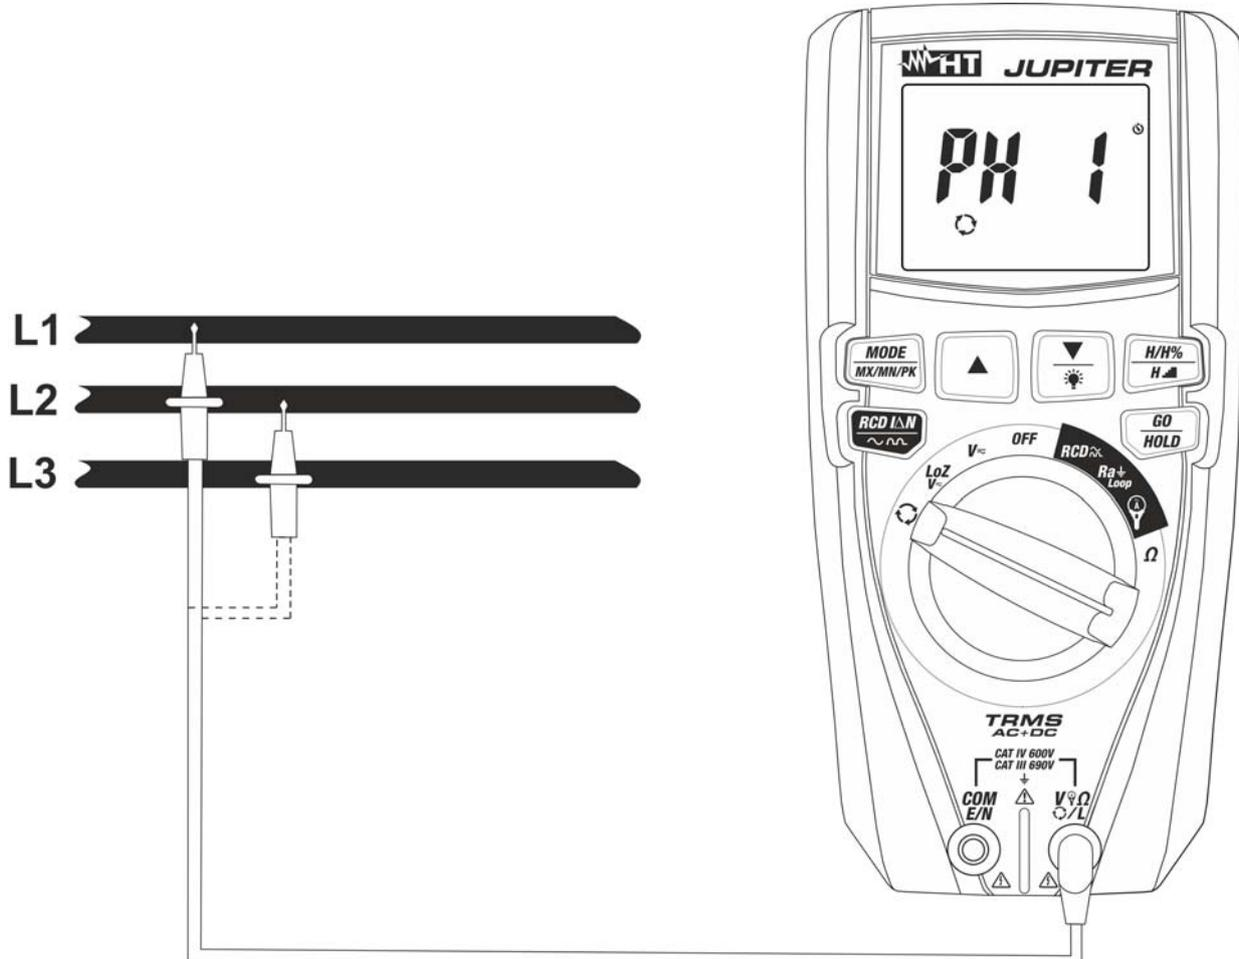
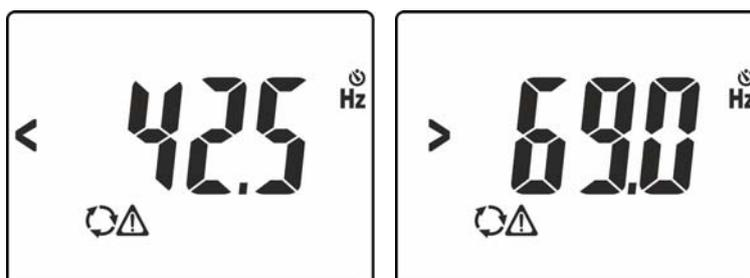
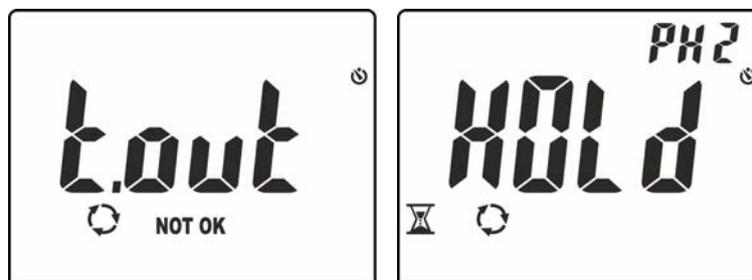

Fig. 12: Uso del instrumento para prueba de sentido cíclico y concordancia de las fases
Fig. 13: Indicación de tensión con frecuencia errónea
Fig. 15: Reconocimiento fase L1 y espera para fase L2
3. Posicione la punta roja sobre la fase **L1** del sistema trifásico en examen (ver Fig. 12). Los siguientes mensajes pueden ser mostrados en pantalla (ver Fig. 13) identificando la presencia de una señal de tensión con frecuencia externa al intervalo **42.5Hz ÷ 69Hz**. En tales condiciones el instrumento no realiza el test
6. Posicione la punta roja sobre la fase **L2** del sistema trifásico en examen (ver Fig. 12). En el caso en el que el paso entre la fase L1 y la fase L2 sea en un tiempo mayor a **10s** el instrumento muestra el mensaje “**t.out**” en pantalla (ver Fig. 15 – parte izquierda) En condiciones correctas de tensión y frecuencia, el instrumento muestra el mensaje “**HOLD**”, los símbolos  y “PH2” y emite un sonido continuo en espera al reconocimiento de un valor estable de tensión sobre la fase L2 (ver Fig. 15 – parte derecha)